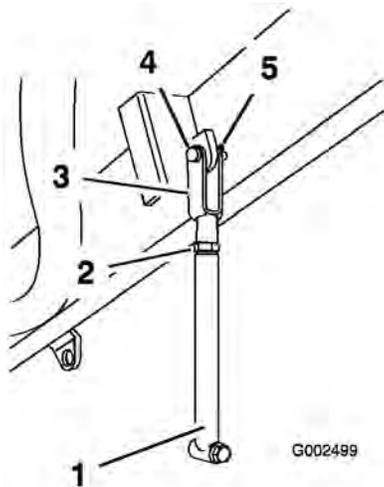

Figura 14
- Instale el conjunto de la varilla de soporte en el interior de la parte de atrás del lado izquierdo del bastidor del patín del depósito a la altura de la horquilla usando un pasador y un pasador de seguridad (Figura 14).